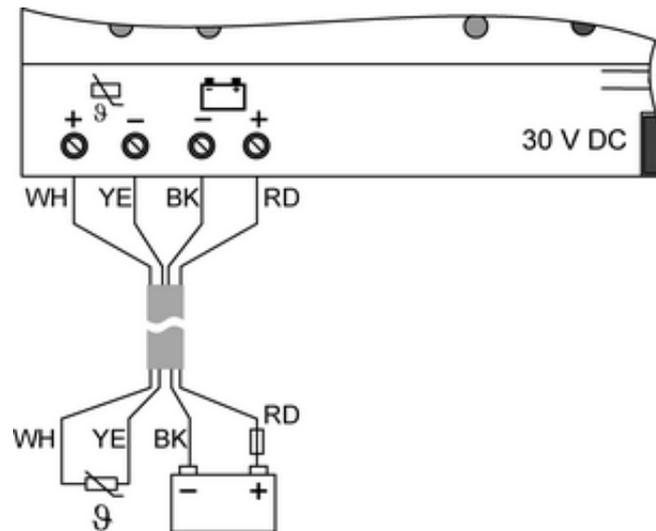

Bild 3: Anschluss eines Akkus > 5 Ah mit 4-adrigem Kabelsatz
**Anschluss eines Akkus mit einer Kapazität > 5 Ah (Bild 3)**